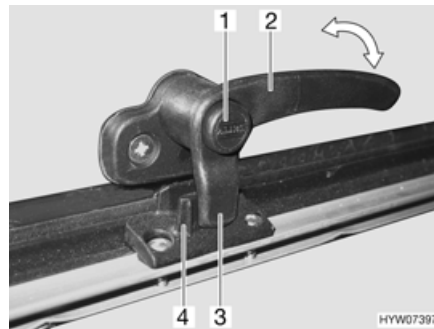
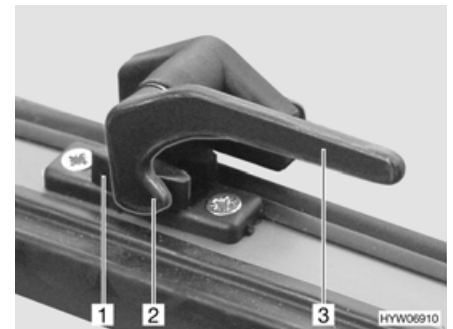

Bild 87 Verriegelungshebel mit Sicherungsknopf in Stellung "geschlossen"
Bild 88 Verriegelungshebel in Stellung "geschlossen"
- Wenn vorhanden, Sicherungsknopf (Bild 87,1) drücken und gedrückt halten.
- Alle Verriegelungshebel (Bild 87,2 oder Bild 88,3) eine viertel Umdrehung zur Haubenmitte hin drehen.
- Alle Verriegelungshebel (Bild 87,2 oder Bild 88,3) eine viertel Umdrehung zum Rahmen hin drehen. Die Verriegelungsnase (Bild 87,3 oder Bild 88,2) liegt auf der Innenseite der Haubenverriegelung (Bild 87,4 oder Bild 88,1).
- in Stellung "fest verschlossen" (Bild 87 und Bild 88)